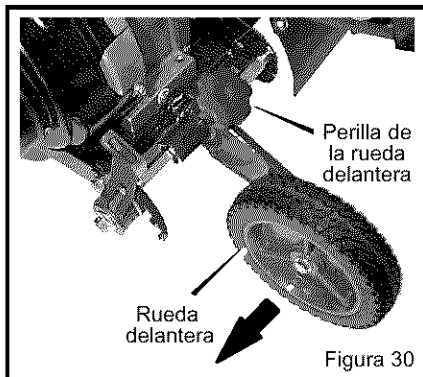

Figura 30
2. Afloje la **perilla de la rueda delantera** que se muestra en la Figura 30. Deslice completamente la **rueda delantera** hacia el lado derecho.